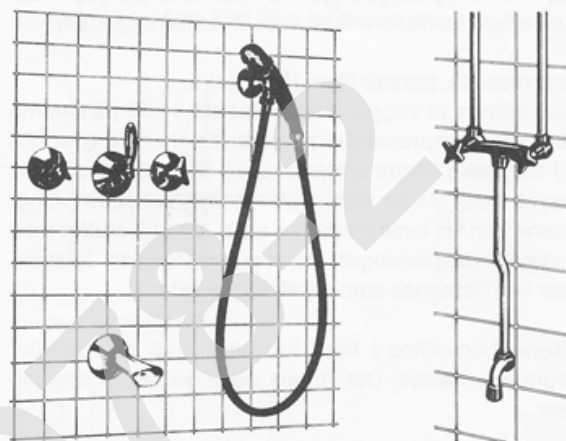

Fig. 02
- 02 Fliskledde vegger brukes der det ønskes en dekorativ, hard og motstandskraftig overflate som er lett å holde ren. Det finnes et stort antall forskjellige flistyper og farger som gir mange muligheter ved valg av mønster. Fliskledning skjemmes ofte av mindre heldige mønstre og dårlig inndeling. Det bør derfor legges vekt på dette ved planleggingen, se fig. 02 og pkt. 312. Dårlig heft til underlaget, bevegelser i flisene p.g.a. fukt, temperaturforandringer eller bevegelser i underlaget kan føre til at fliser løsner eller skades på annen måte. Slike skader kan unngås ved en omhyggelig arbeidsutførelse og ved bruk av riktige materialer.